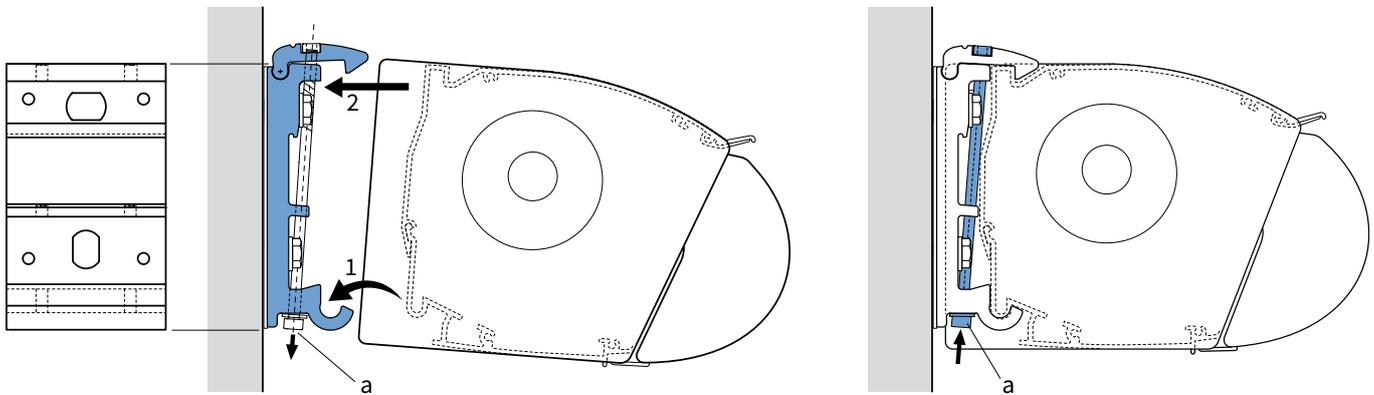

Abb. 2.1 Aufhängen der Markise
1. Hängen Sie die Markise in die Wandhalterungen ein. Siehe Abbildung 2.1.